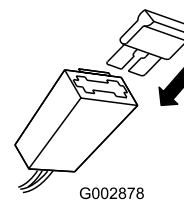

Figura 30
2. Insira o fusível no porta-fusíveis (Figura 30).